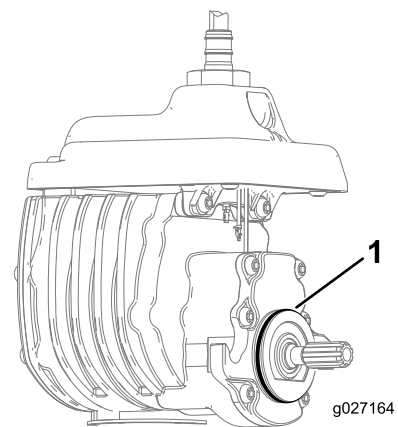

Figure 7
4. Pose du joint torique sur le moteur de cylindre (Figure 7).